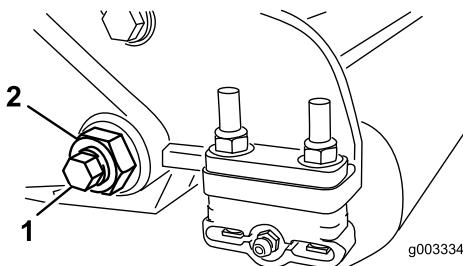
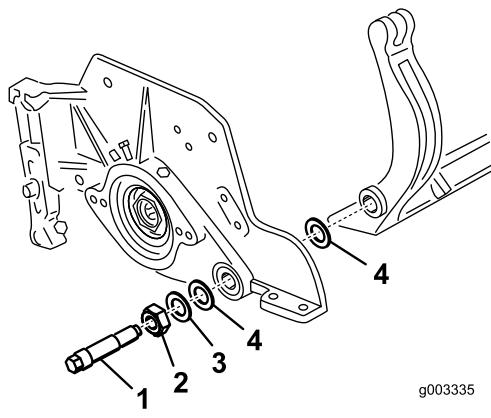

图31
图32
- 在机器的另一侧松开固定底刀架螺栓图31的锁紧螺母。
- 拆下两个底刀架螺栓向下拉动底刀架并从机器螺栓图31上拆下来。取下底刀架图32两端的2个尼龙垫圈和1个冲压钢垫圈。
- 在两个尼龙垫圈的外侧各放一个钢垫圈图32。
上紧底刀螺栓扭矩至 2736N·m。拧紧锁紧螺母直至外部钢垫圈停止旋转且两侧不再松动但不要拧得过紧或导致侧板变形。内侧的垫圈可能有空隙 图32。